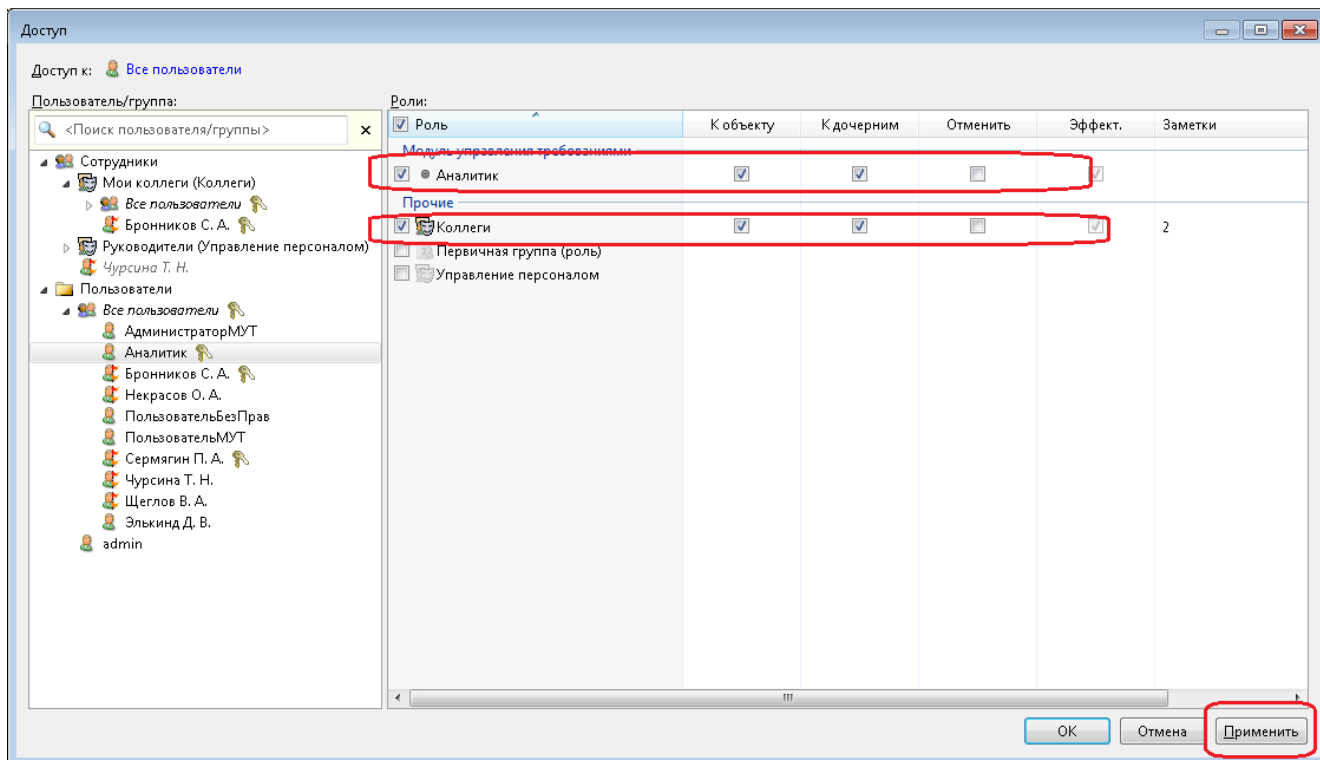

Рисунок 351 — Выход из окна доступа
- для выхода из окна доступ нажать ОК (Рисунок 351).